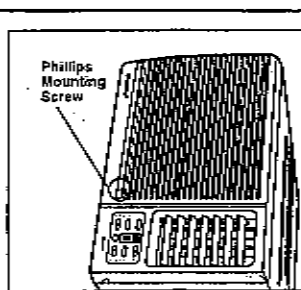

Fig. 1c
- Enlevez les vis à tête Philips qui fixe la grille frontale au châssis (derrière l'endroit dont le filtre a été enlevé). Fig. 1c
- Secure the front grill to the cabinet using the phillips screws removed earlier. Fig. 1c